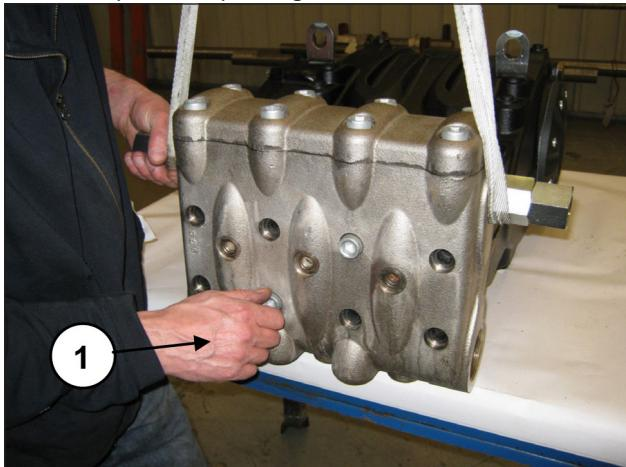

Fig. 107
Il est désormais possible de déposer la tête hydraulique du carter de pompe en dévissant les 8 vis M16x180 (rep. ①, Fig. 107).